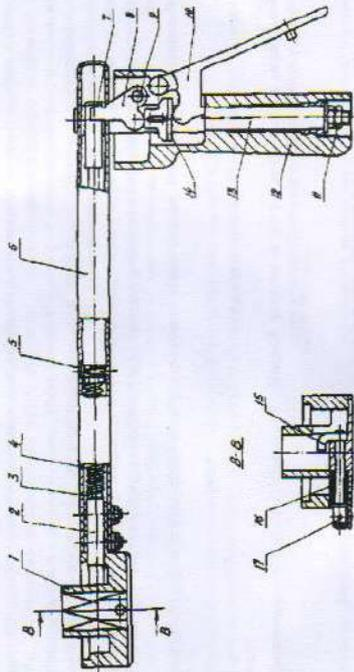

Рис. 2. Безопасная ручка.
4. Полость отверстия рукоятки 12 (рис. 2) безопасной ручки со стороны выхода оси 13 заполнить смазкой ЦИАТИМ-201.
Безопасная ручка. Для работы с лебедкой применяется безопасная ручка (рис. 2).